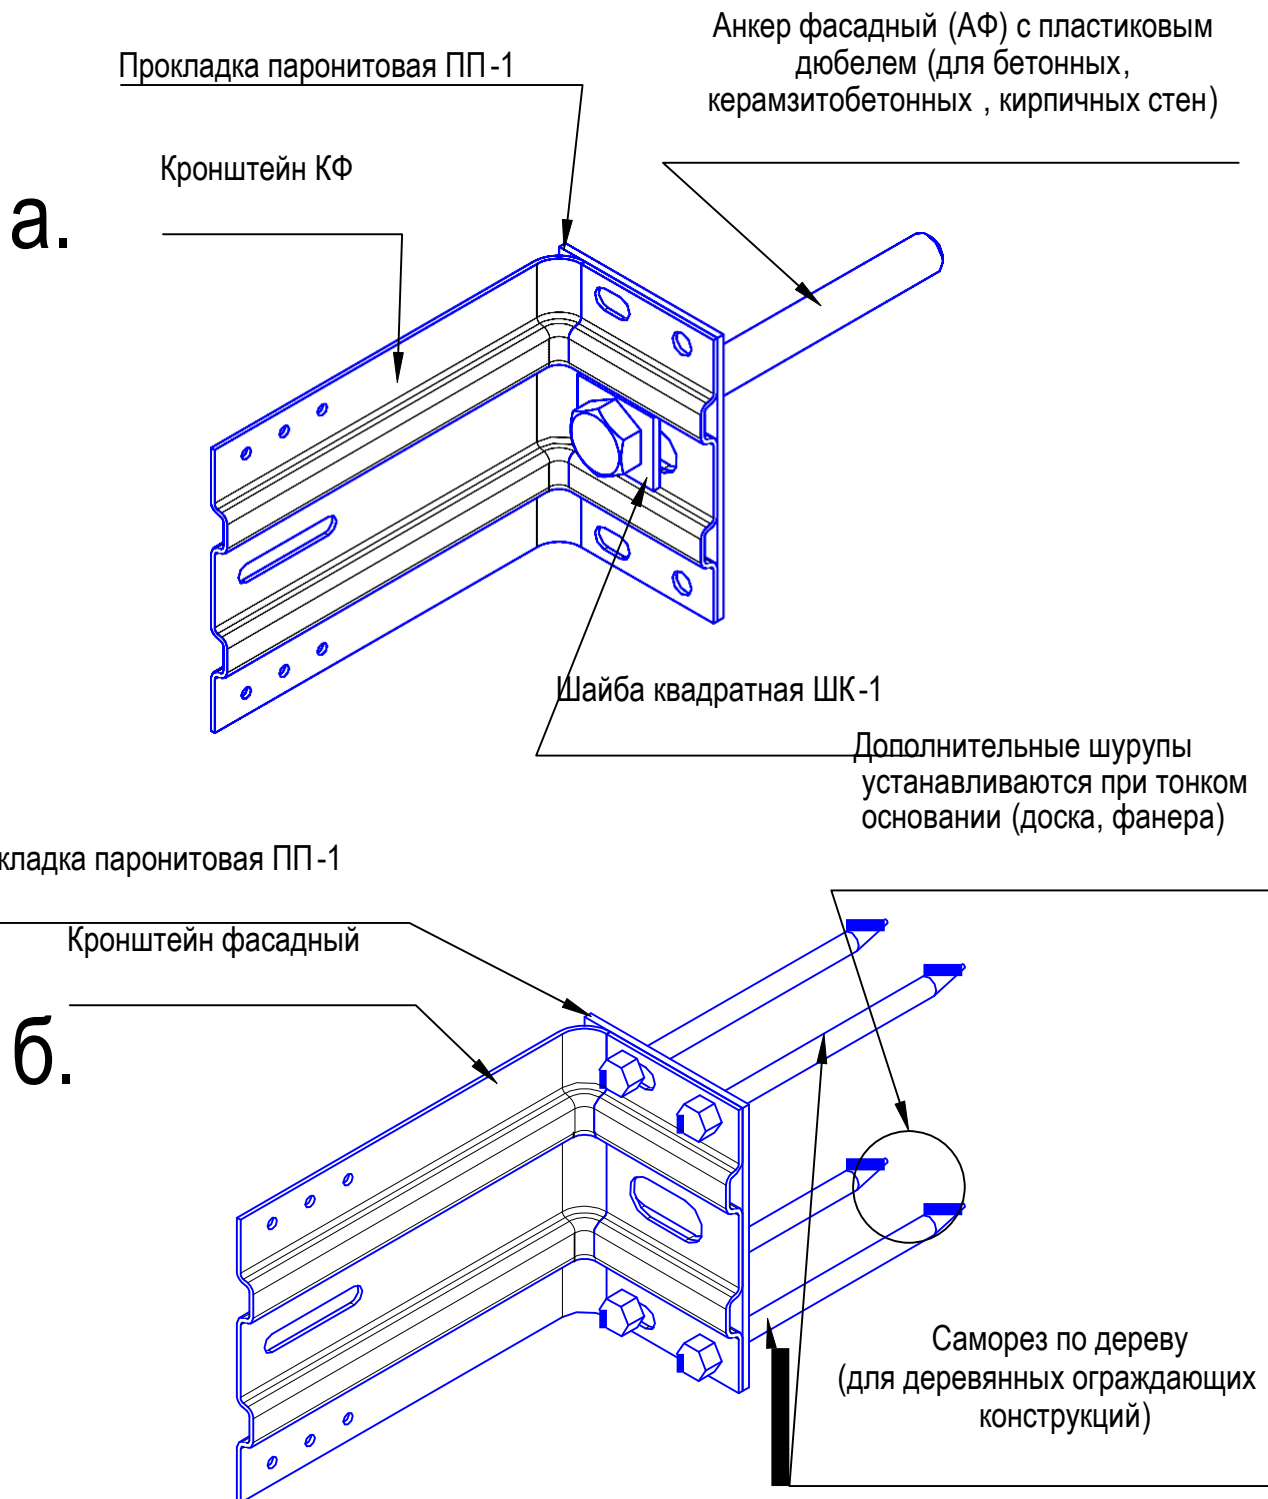

Рис.3.0
3. В намеченной точке просверливается отверстие, в которое посредством анкера устанавливается кронштейн с обязательным использованием паронитовой прокладки между кронштейном и стеной, а также квадратной шайбы между анкером и кронштейном. (Рис. 3.0а)
В случае крепления в деревянное основание, вместо анкера используются саморезы по дереву, посредством которых устанавливается кронштейн. При креплении используются два верхних отверстия в кронштейне. (Рис. 3.0б). В случае крепления кронштейна к тонкому основанию (размер) используются все четыре отверстия для крепления саморезами.